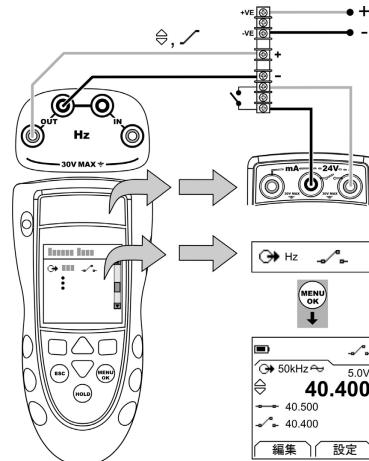

図6：構成例- スイッチ テスト
1. 本計器を接続し(図 6)、必要に応じて セットアップ(表 1)を行います。